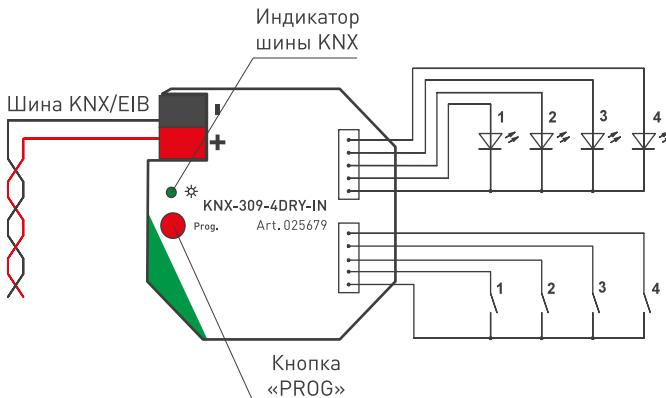

Рисунок 1. Схема подключения конвертера.
- ↗ Коротко нажмите кнопку «**PROG**» на конвертере (см. Рисунок 1) для перевода устройства в режим программирования. При этом индикатор состояния шины KNX рядом с кнопкой начнет мигать красным, начнётся загрузка программы.